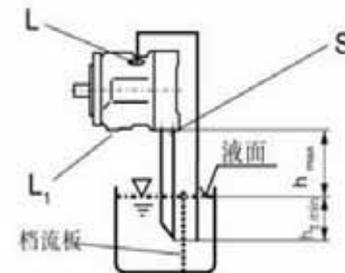

图 4
b) 当油箱的最低液面比泵的上端低时，“L₁”口堵，“L”口以及有可能“S”口的管道连接见接管见图4。情况如同1.2.1节。
a) 如安装在油箱之上，请见图4。按1.2.1的要求进行。